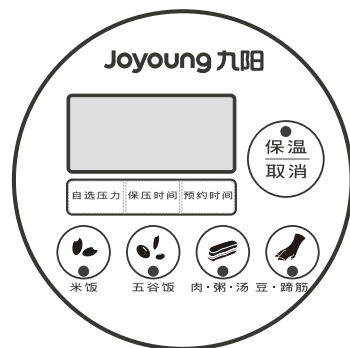

图10
- 1、接通电源，机器“嘀”一声长鸣同时液晶屏显示“00”，表示机器进入待机状态；此时可按下功能键进行选择，灯开始闪烁，7秒钟后停止，指示灯长亮开始加热。液晶显示相应的工作压力及保压时间。（在此7秒钟内，您可以进行功能切换并进行预约时间设置）。如果想取消先前的烹饪功能，可以按“保温/取消”键予以取消，再重新选择您所需要的烹饪功能。功能键布局如图10所示。